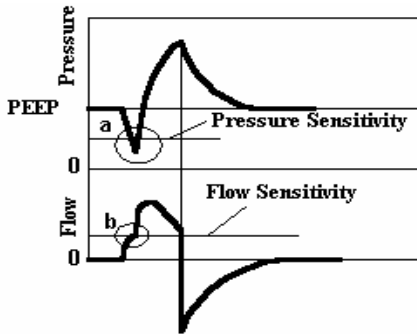

Figura D- 2: Sensibilidade por Pressão e por Fluxo pelo Paciente
- **Sensibilidade por pressão:** A respiração é iniciada quando a pressão das vias aéreas cai abaixo da linha de base em valor maior do que o valor da sensibilidade definido (a em Figura D- 2).
- **Sensibilidade por fluxo:** A respiração é iniciada quando o fluxo inspiratório inicial gerado pelo esforço do paciente é maior do que o valor da sensibilidade definido (b em Figura D- 2).